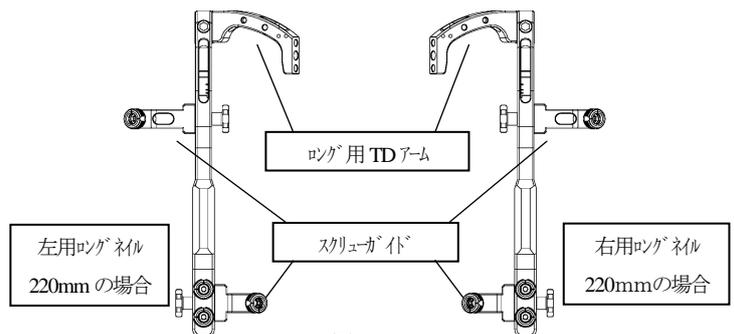
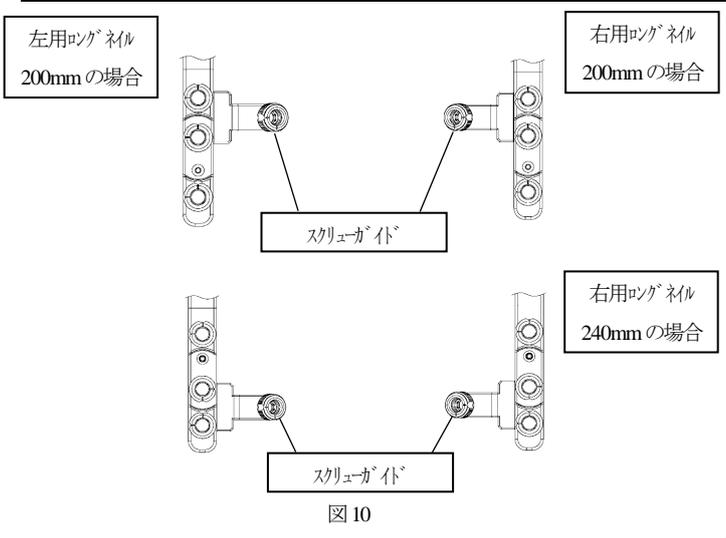

図9
図 10
- 4) 用意したTDをロング用TDアームに接続します。ロング用TDアームとスクリューガイドは左用ロングネイル使用時と右用ロングネイル使用時で取り付け箇所が違いますので、間違えないよう注意して下さい。(図9)さらに、200/240mm用のTDは200mm使用時と240mm使用時でスクリューガイドの取付け箇所が違いますので、間違えないよう注意して下さい。(図10)